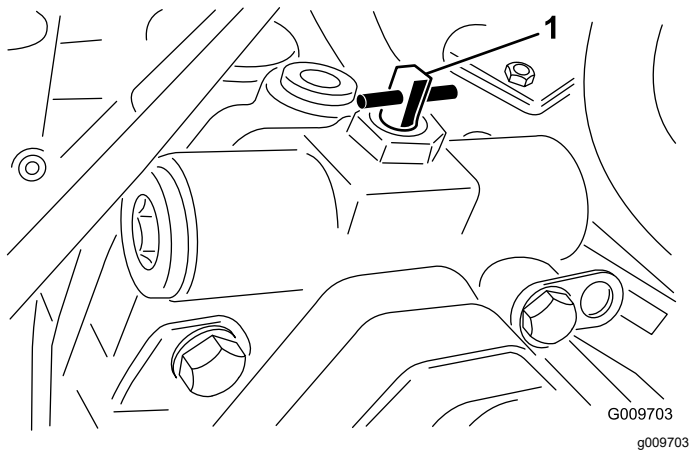

Figure 90
7. Ouvrez l'autre vanne de dérivation de la pompe de déplacement en la tournant à 90° (1/4 de tour) dans chaque sens (Figure 90).
2. Ouvrez l'autre vanne de dérivation de la pompe de déplacement en la tournant à 90° (1/4 de tour) dans chaque sens (Figure 90).